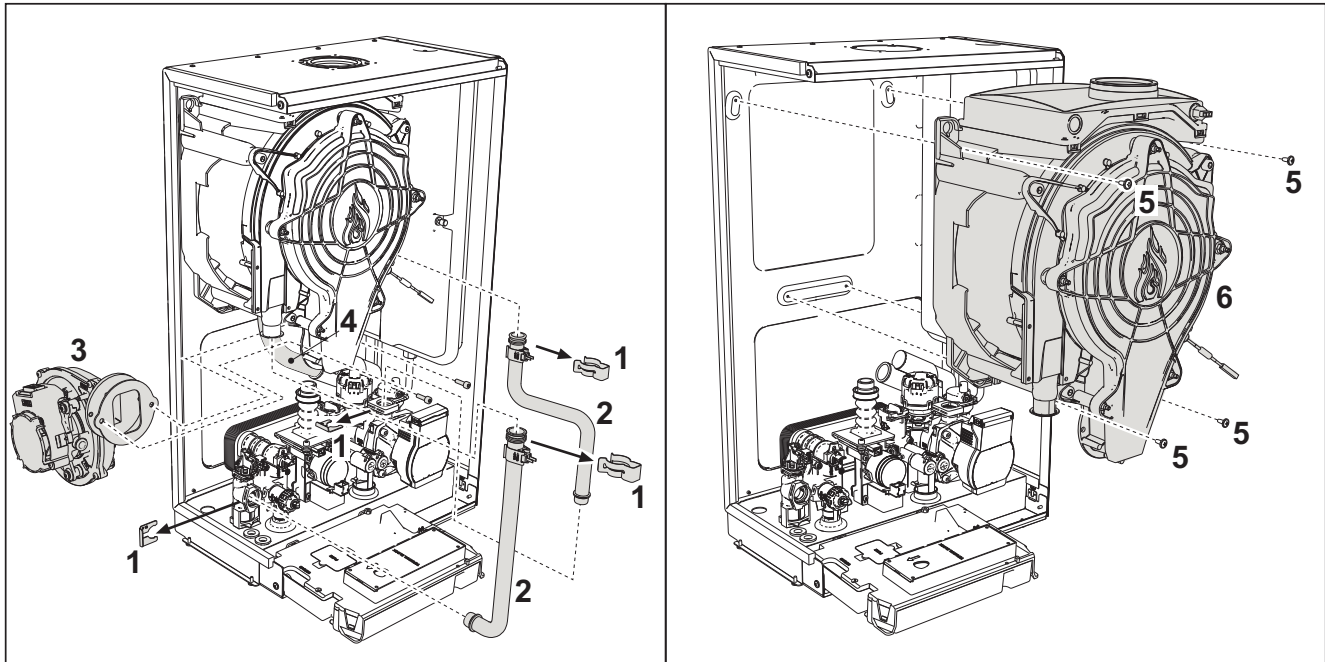

fig. 41- Schimbătorul principal
- Scoateți cele 2 șuruburi **de sus "5"** care fixează schimbătorul de căldură de șasiu (fig. 41)
- Slăbiți cele 2 șuruburi **de jos "5"** care fixează schimbătorul de căldură de șasiu (fig. 41)